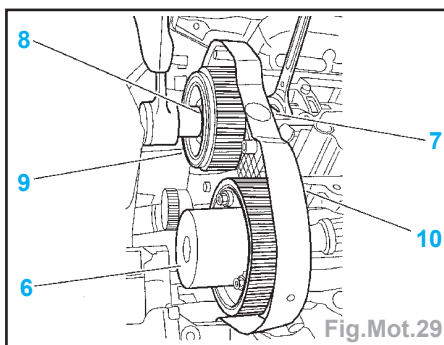

Fig.Mot.29
- le bloc bobines d'allumage compacté (3),
- le capteur (4),
- les couvre-culasses (5) (desserrer progressivement et en spirale les vis de couvre-culasse en commençant par l'extérieur).
- Déposer (Fig.Mot.29) :
- le déphaseur d'arbre à cames d'admission (VTC) (6).